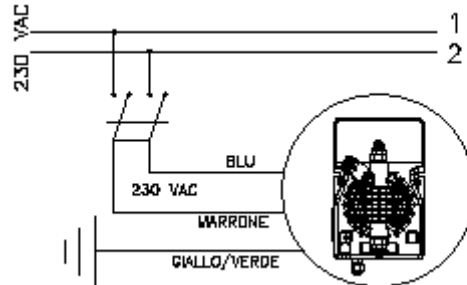

Fig. 4
1. Asegúrese que esté desactivada eléctricamente (ambas polaridades) desconectando los conductores de los puntos de contacto de la red con el interruptor omnipolar de distancia mínima entre contactos de 3 mm. (Fig. 4).
b.- Respete las leyes en vigor de cada país por lo que concierne a la instalación eléctrica (Fig. 4).
- a. Asegúrese de que esté desactivada eléctricamente (ambas polaridades) desconectando los conductores de los puntos de contacto de la red con el interruptor omnipolar de distancia mínima entre contactos de 3 mm. (Fig. 4).